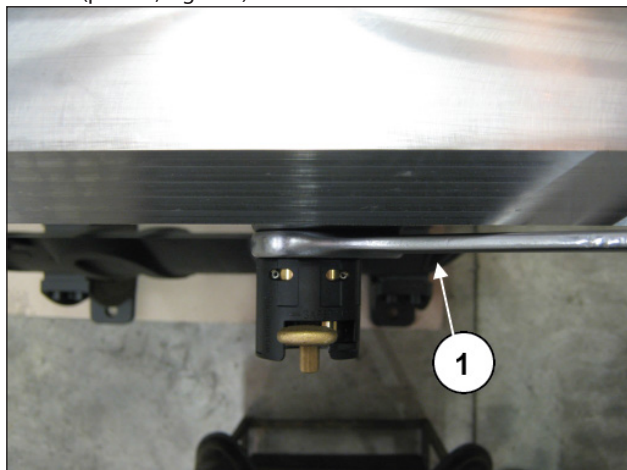

Fig. 164
Solte o dispositivo de abertura da válvula mediante chave de 30 mm (pos. ①, Fig. 164).